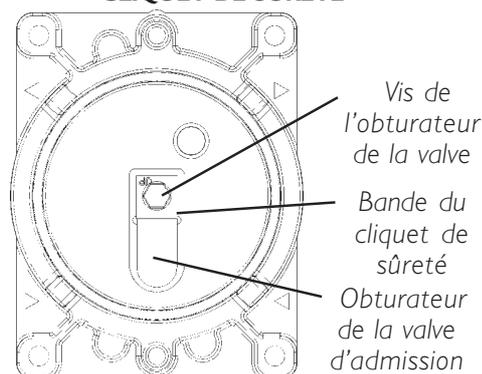

FIGURE 9 - INSTALLATION DU JOINT TORIQUE, DE L'OBTURATEUR DE LA VALVE D'ADMISSION ET DU CLIQUET DE SURETE
1. Installer le cliquet NEUF à la surface de l'obturateur NEUF de la valve d'admission de manière à voir le mot "UP" (haut). Maintenir à l'aide de la vis de l'obturateur. Cf. FIGURE 9.